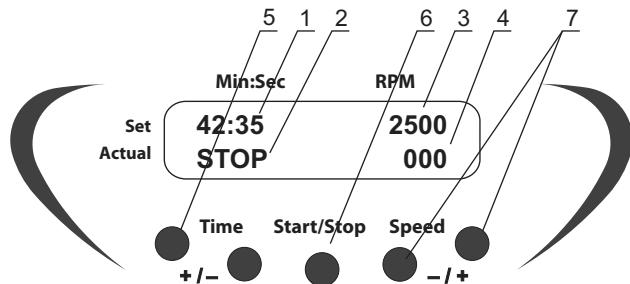

Рис. 1. Панель управления
- Кнопками **Speed +** и **-** (рис. 1/7) установить необходимую скорость (шаг – 100 об/мин). Если кнопка установки удерживается нажатой более 2 сек., скорость изменения значений увеличивается. Установленные значения отображаются в верхней строке дисплея (рис. 1/3).
- Кнопками **Time +** и **-** (рис. 1/5) установить необходимое время работы в
мин.:сек. (шаг – 1 мин.). Если кнопка установки удерживается нажатой более 2 сек., скорость изменения значений увеличивается. Установленное значение времени отображается в верхней строке дисплея (рис. 1/1).
- 4.6. Нажать кнопку **Start/Stop** (рис. 1/6), чтобы начать перемешивание, при этом начнется отчет установленного интервала времени (рис. 1/2).
- 4.7. Если время перемешивания не установлено (индикация 00:00), прибор будет выполнять перемешивание до момента повторного нажатия кнопки **Start/Stop**. Текущие показания скорости отображаются в нижней строке дисплея (рис. 1/4).
- 4.8. По истечении установленного интервала времени вращение платформы прекращается и таймер подает звуковой сигнал, при этом на дисплее отображается мигающая индикация **STOP**. Нажать кнопку **Start/Stop** (рис. 1/7) для прекращения звукового сигнала.